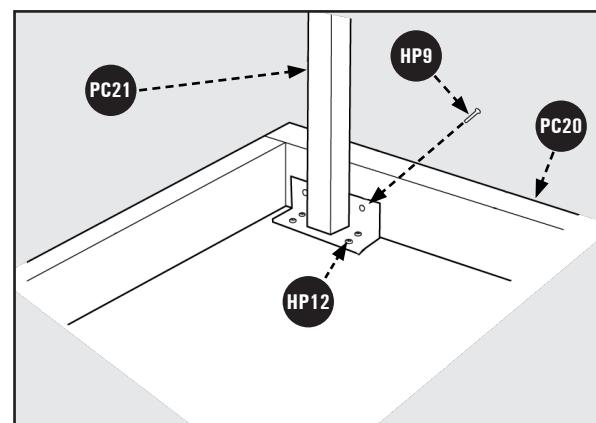

Figura 11
2. Coloque las patas de la mesa **PC21** en la esquina como se muestra en la Figura 11, la pared vertical de la placa de ángulo de la pata debe estar contra la pared de madera del extremo de la mesa.